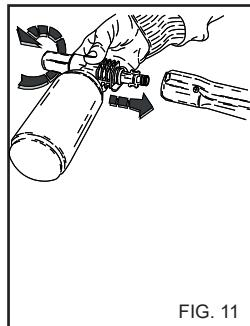

FIG. 11
2) Ta av förlängningsrören från fästet och sätt på sprutan för rengöringsmedel (fig. 11). Starta hetvattentvätten och spruta nedifrån och uppåt på den yta som ska tvättas.